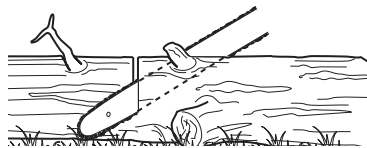

Fig. 41
- > Pour une coupe plus facile, suivez les principes de base suivants : Si le tronc est surélevé sur toute sa longueur (Fig. 41), coupez-le par le dessus.